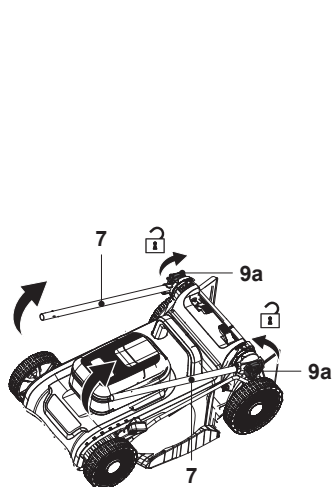

Fig. 1
2. Slăbește butonul de blocare (9a) în sens antiorar fără a-l scoate, apoi depliază bara mânerului inferior (7) (fig. 1, pașii 1 și 2).